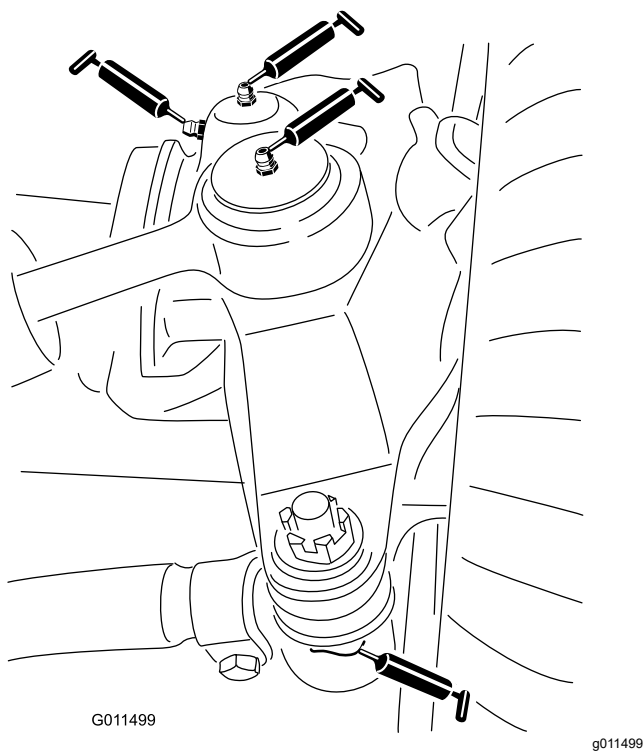

Figure 47
- 2 rotules de vérin de direction (Figure 47)
- 2 rotules de biellettes (Figure 47)
- 2 bagues de pivots de fusées (Figure 47).